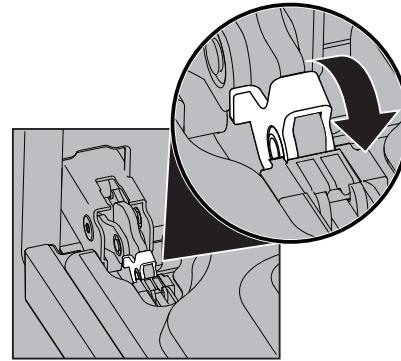
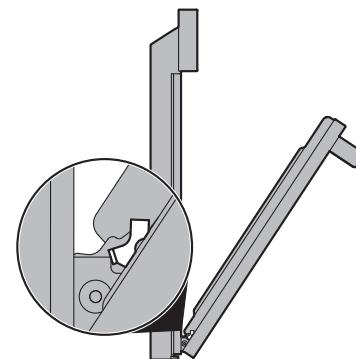

Figure 17: Serrure de charnière de porte
Figure 18: Position de retrait
2. Tirez vers l'avant le verrou situé sur chaque support de charnière du four jusqu'à ce que le verrou s'arrête. Vous devrez peut-être appliquer une petite pression vers le haut sur le verrou pour le tirer vers le haut (Figure 17 et Figure 18).
2. Tenez la porte du four au même angle que pour le retrait. Insérez avec précaution les leviers de charnière dans le cadre du four jusqu'à ce que vous sentiez que les leviers de charnière sont logés dans les encoches de charnière. Les bras de charnière doivent être entièrement insérés dans les encoches de charnière avant que la porte du four ne puisse être complètement ouverte. (Figure 18).
4. Poussez les verrous des charnières de droite et de gauche vers le haut et dans le cadre du four jusqu'à ce qu'ils soient en position verrouillée (Figure 17).